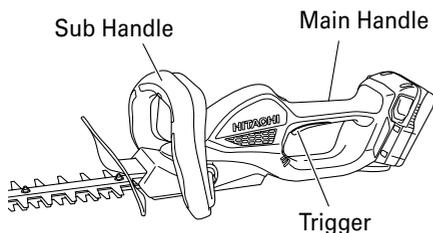

Fig. 5
1. Switch ON (Fig. 5)
2. Switch OFF (Fig. 5)